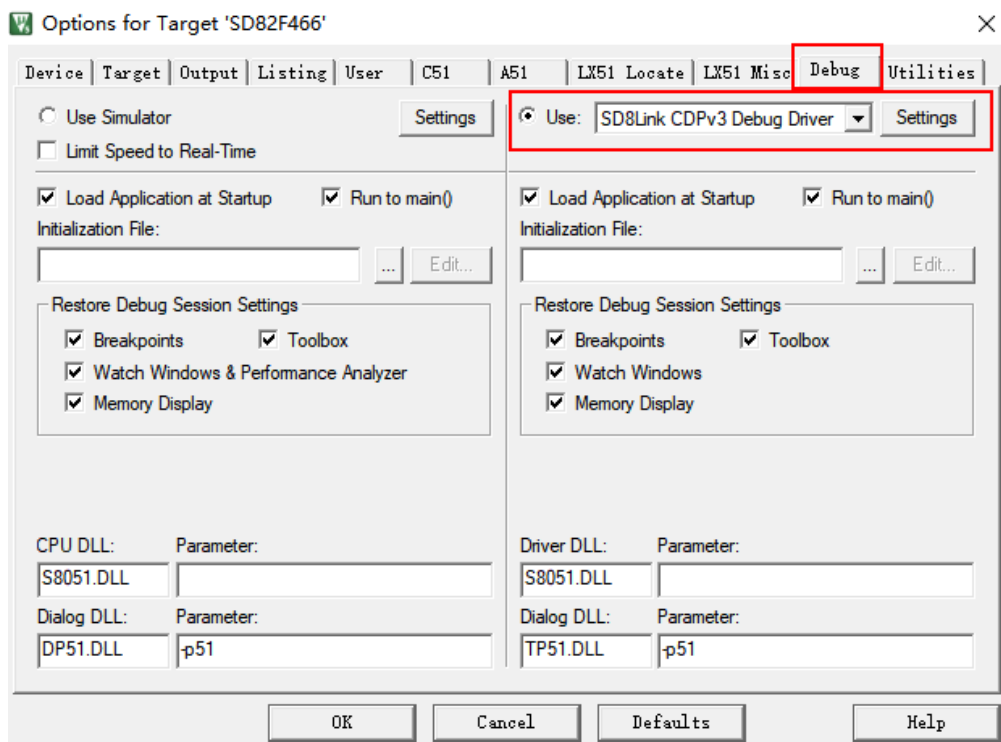

图 2.3 驱动选择
(1) 打开 Keil 工程, 在 **target→Debug** 中, 选择 **SD8Link CDPv3 Debug Driver** 驱动, 如下图 2.3;